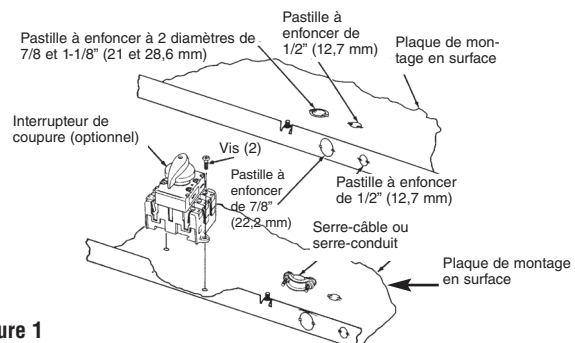

Figure 1
- Enlevez la plaque de montage en surface (Figure 1) du carton contenant l'enceinte de montage en surface, de type SEA.
4. Installez l'interrupteur de coupure optionnel (si nécessaire) comme c'est montré en Figure 1.